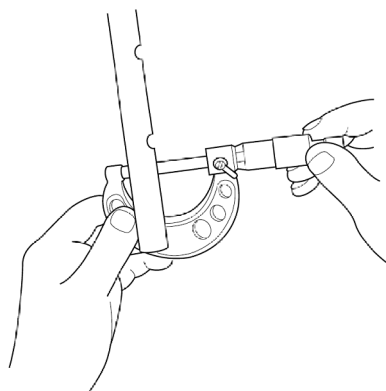

图 13-10 测量摇臂轴的直径
- 3) 在第一个摇臂位置测量轴的直径，如图 13-10 所示。